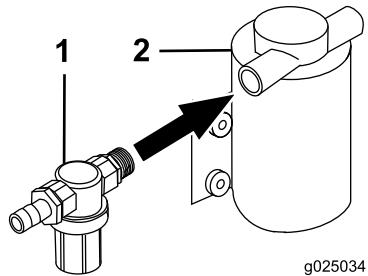

図 12
- 圧力フィルタ・アセンブリをすすぎポンプに取り付ける（図 12）。